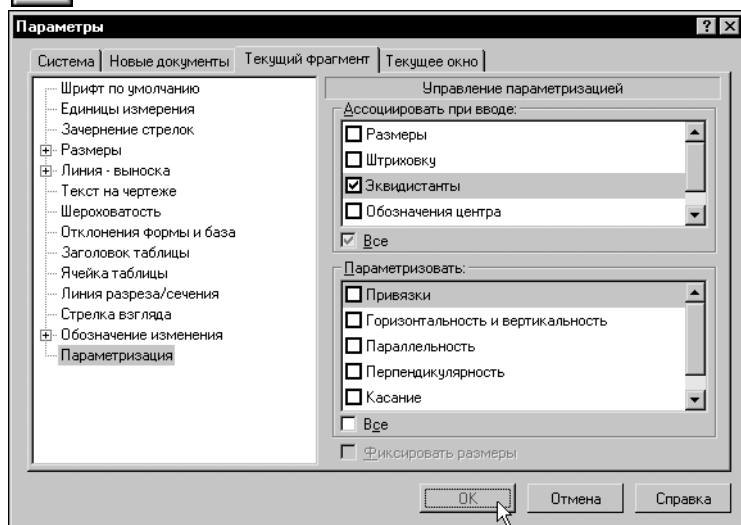

Рис. 59.84. Настройка параметризации
7. Вызовите диалог настройки параметризации и включите опцию **Эквидистанты** в группе **Ассоциировать при вводе** (рис. 59.84).